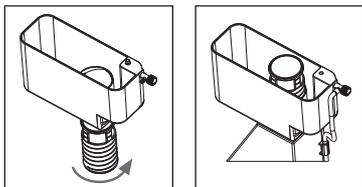

図21：フォームアジャスターの組み立て
2. 組み立て直すことで、フォームアジャスターの内部の構造を理解して下さい。定期的な清掃の際に分解する必要があります。組み立て直す際、フォームアジャスターの下部に付いているOリングがスムーズにカップに入っていくかを確認めます。初期状態ではフォームアジャスターは上限の位置で組み立てられています(図21)。